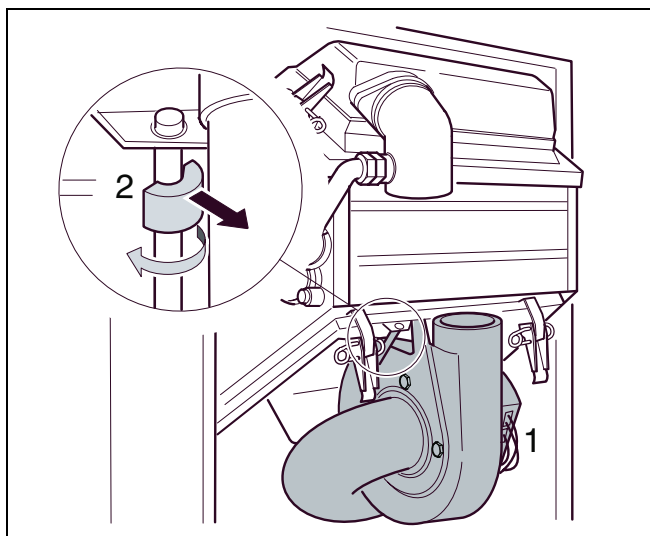

Fig. 34 Îndepărtarea siguranțelor de oprire
- Ștecherul se scoate din ventilator (fig. 34, poz. 1).
- Siguranța de oprire din ventilator se rotește și se scoate (fig. 34, poz. 2).